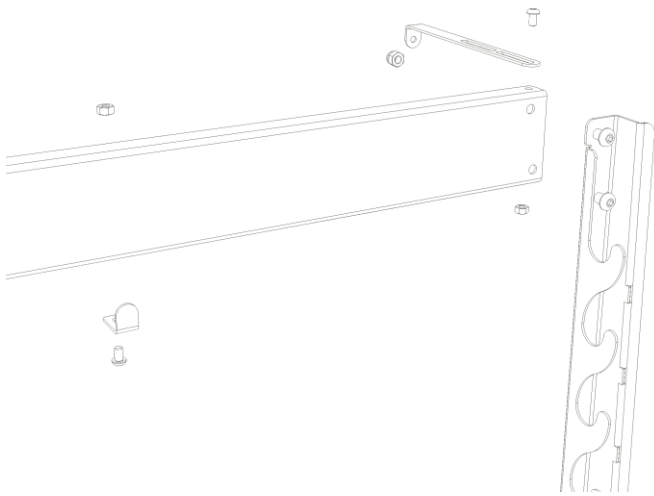

рис.3
**4- Прикручиваем страховочные скобы крепления к стене - к верхней перекладине - рис.3.**